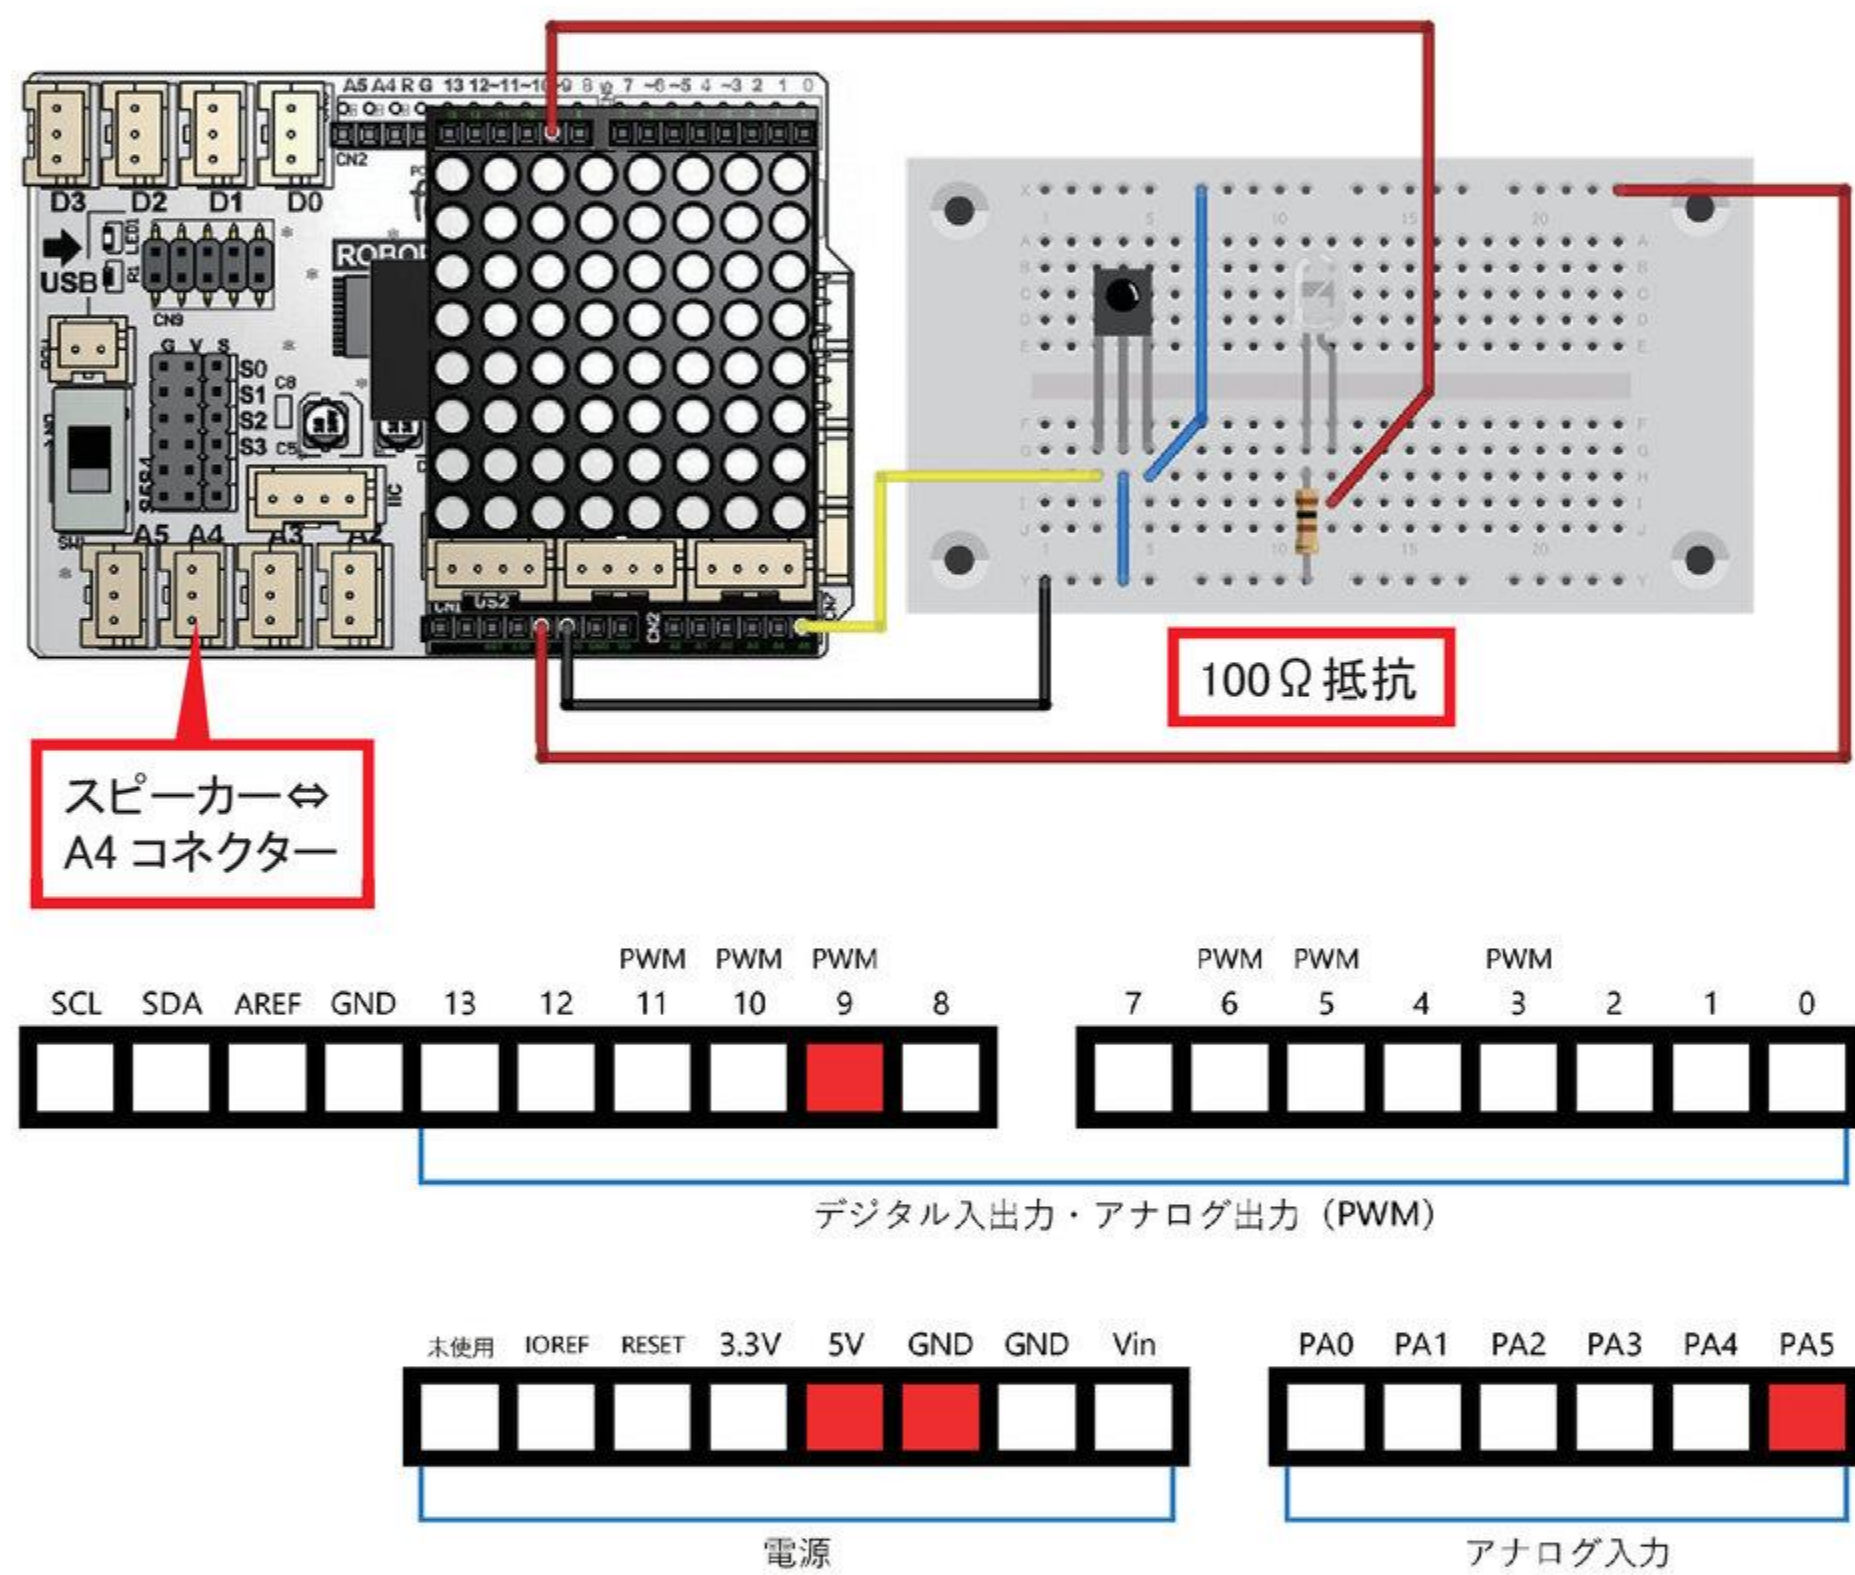

図2-0 赤外線センサーの回路およびマイコンボードの入出力詳細図
- ① 配線が間違っていないか 図2-0を見て点検しましょう。
- ② LEDの極性が逆になっていないか 図2-0を見て点検しましょう。
- ③ ささっている抵抗が100Ω（茶・黒・茶・金）か点検しましょう。
- ④ ジャンパー線が断線しているものは処分して、交換しましょう。